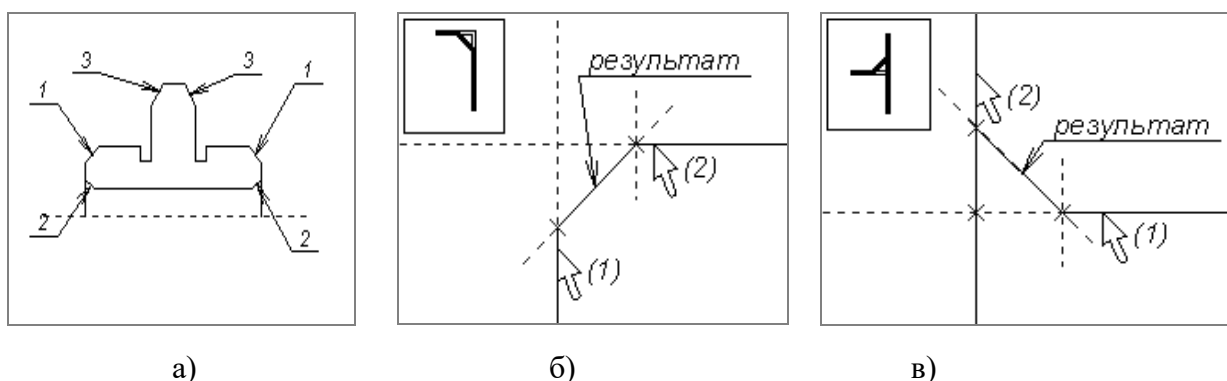

Рисунок 38 – Порядок построения фасок
2.5.2 Создайте фаски 1 и 3 на внешнем контуре и фаски 2 на внутреннем контуре (рисунок 38а). Порядок выполнения: вызвать команду «» («Чертеж|Фаска»).
Для построения фаски 1 выбрать в окне «Параметры фаски» одиночную фаску (рисунок 38б), установить размер $3 \times 45^\circ$, подтвердить кнопкой «ОК». Указать курсором на вертикальную линию (1), затем на горизонтальную линию (2). В появившемся окне «Параметры фаски» установите размер $2,5 \times 30^\circ$ и создайте фаски 3 в том же порядке. Для создания фаски 2 в окне «Параметры фаски», выберите из меню одиночную фаску (рисунок 38в), установите размер $2 \times 45^\circ$, подтвердите кнопкой «ОК». Далее нужно указать курсором на горизонтальную линию (1), затем на вертикальную линию (2). Курсор (2) располагать чуть выше линии контура отверстия.